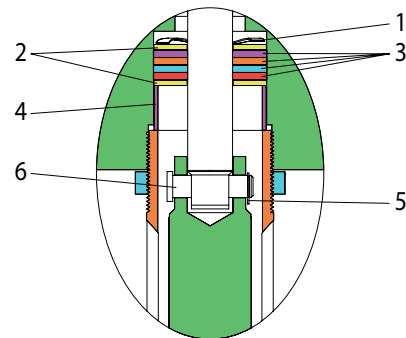

Abbildung 2
1. Allentare il controdado (90571) e svitare la pompa intera dal motore ad aria. Questo esporrà il pin del connettore (6) (vedi **Abbildung 2**).
2. Rimuovere la (5) anello di fermo e (6) connettore pin per rilasciare l'asta del pistone motore aria dall'asta pistone pompa inferiore.
3. Rimuovere il distanziale (4), la rondella (2), quattro (3) imballaggi, rondella (2) e rondella (1) mossi dalla cavità aria motore (vedere **Abbildung 2**).